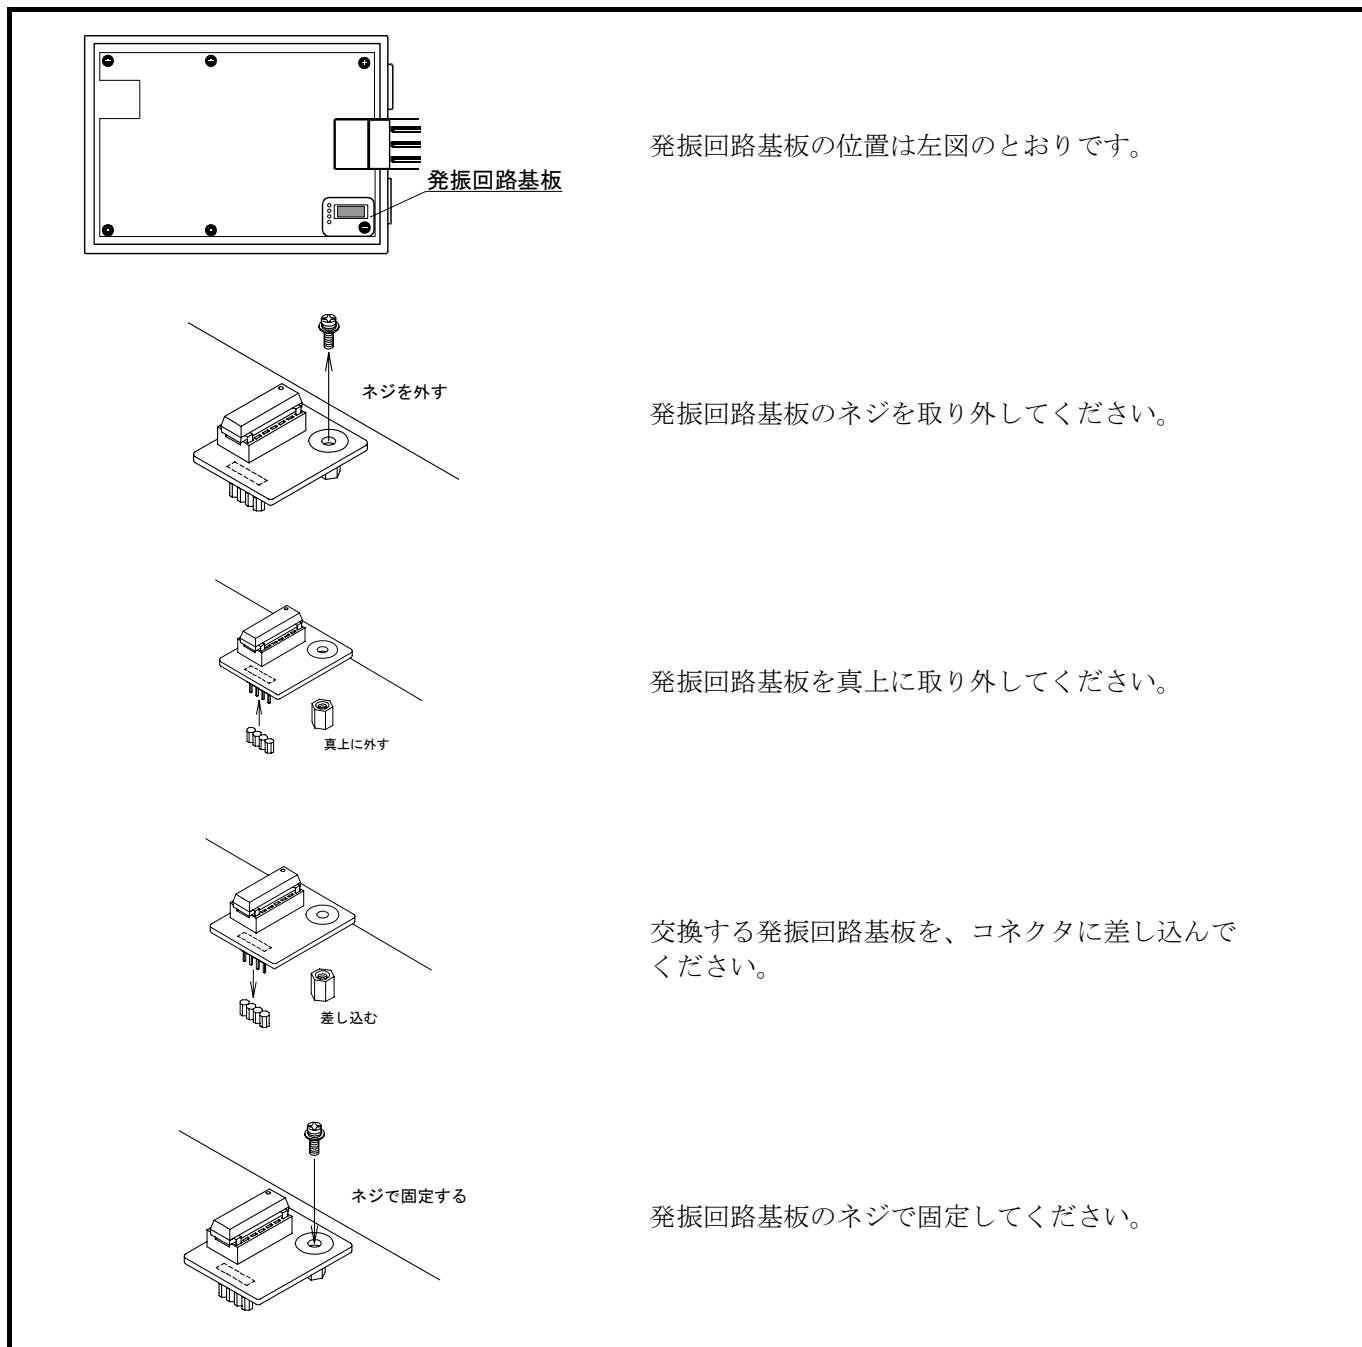

図2.19 発振回路基板の交換手順
② PC7501内発振回路基板のネジを外して、発振回路基板を交換してください(図2.19参照)。